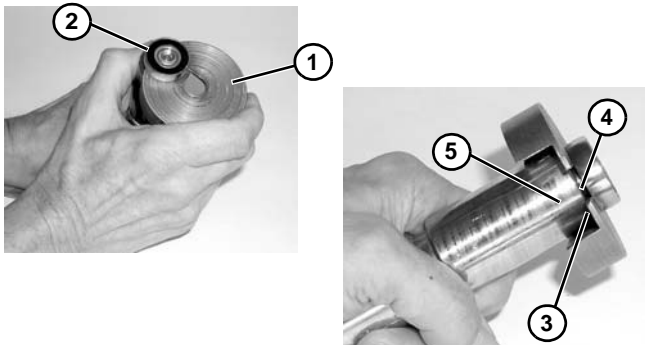

Figura 65
1. Coloque la herramienta de extracción de cojinetes, pieza número 456063 (**Figura 65, artículo 1**) debajo del cojinete (**Figura 65, artículo 2**) con labio (**Figura 65, artículo 3**) situado en la separación (**Figura 65, artículo 4**) existente entre el cojinete y el cubo del husillo (**Figura 65, artículo 5**) tal y como se muestra.